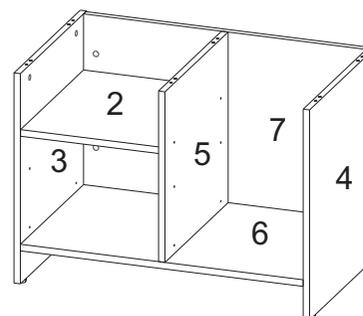

Рис.8
- Соедините детали 3,4 с деталями 6,7 и затянуть эксцентрики по часовой стрелке до упора. (рис.8)